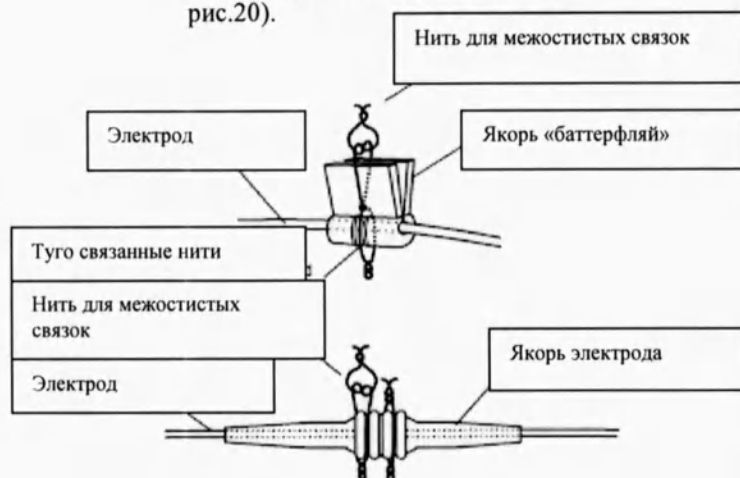

Рис. 20
6. Закрепите электрод якорем при помощи нерассасывающихся ниток 2-0 (см. рис.20).